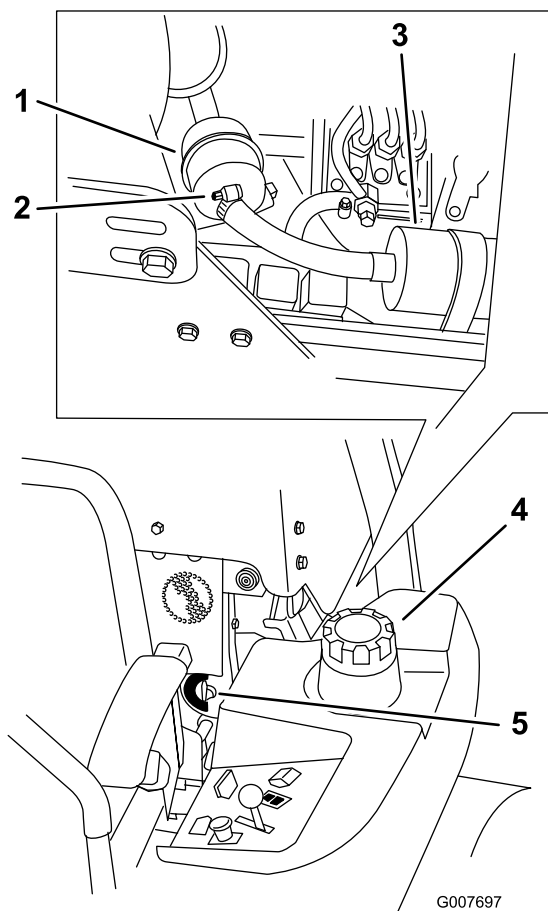

Figura 47
4. Cierre la válvula de cierre de combustible (Figura 47).
5. Afloje las dos abrazaderas y desconecte los tubos de combustible del filtro de combustible (Figura 47).
6. Instale un filtro nuevo. Conecte los tubos de combustible al filtro de combustible y instale las dos abrazaderas (Figura 47).